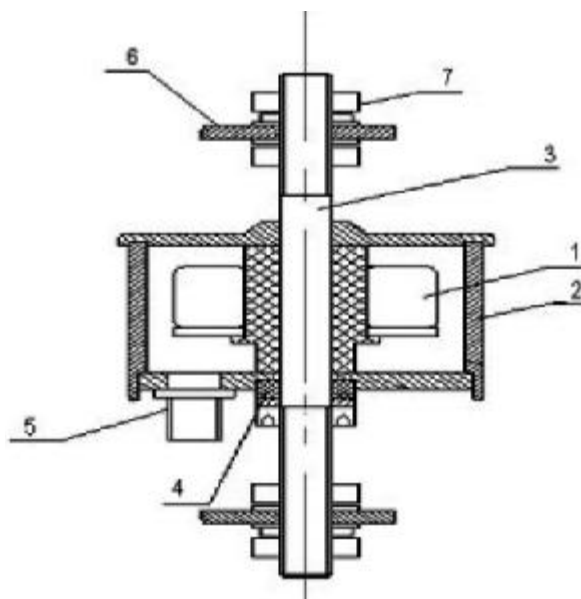

Рис. 1. Конструкция датчика тока
Конструкция датчика тока показана на рис.1. датчик тока имеет две обмотки (измерительную и калибровочную), расположенные на кольцевом ферромагнитном сердечнике (1), по оси которого проходит токоведущий проводник (3). Датчик выполнен в стальном герметичном корпусе (2). Диэлектрическая втулка (4) изолирует токоведущий стержень от нижней крышки корпуса датчика. Подключение датчика к пульту во время измерений осуществляется через разъем (5), оснащенный закручивающейся крышкой. Присоединение датчика к заземляющему проводнику (6) производится с помощью шайб и гаек (7).